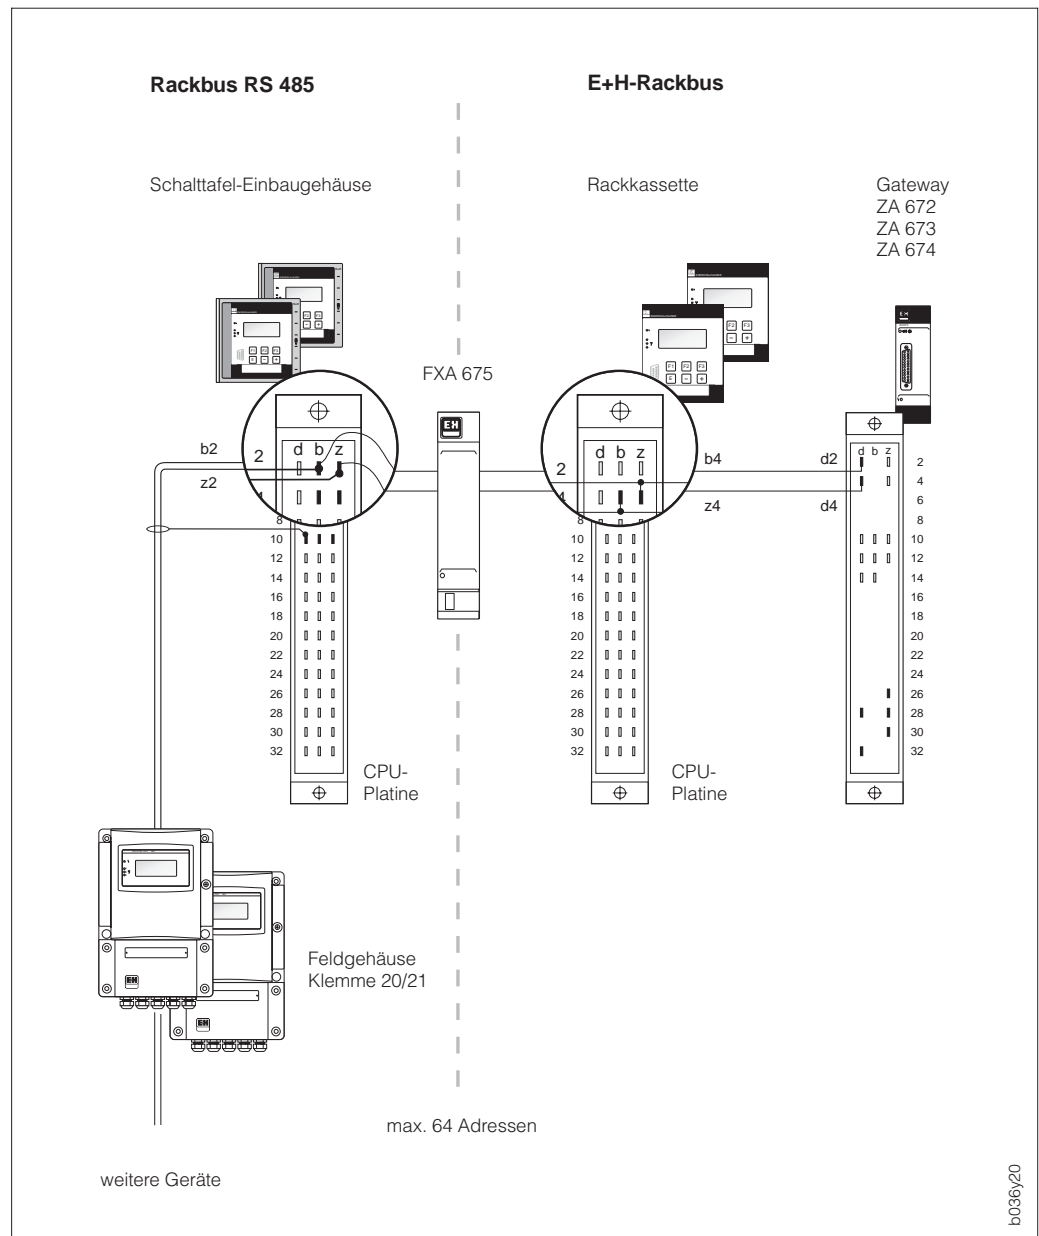

Abb. 10
- Verdrahtung vornehmen gemäß Abb. 10.